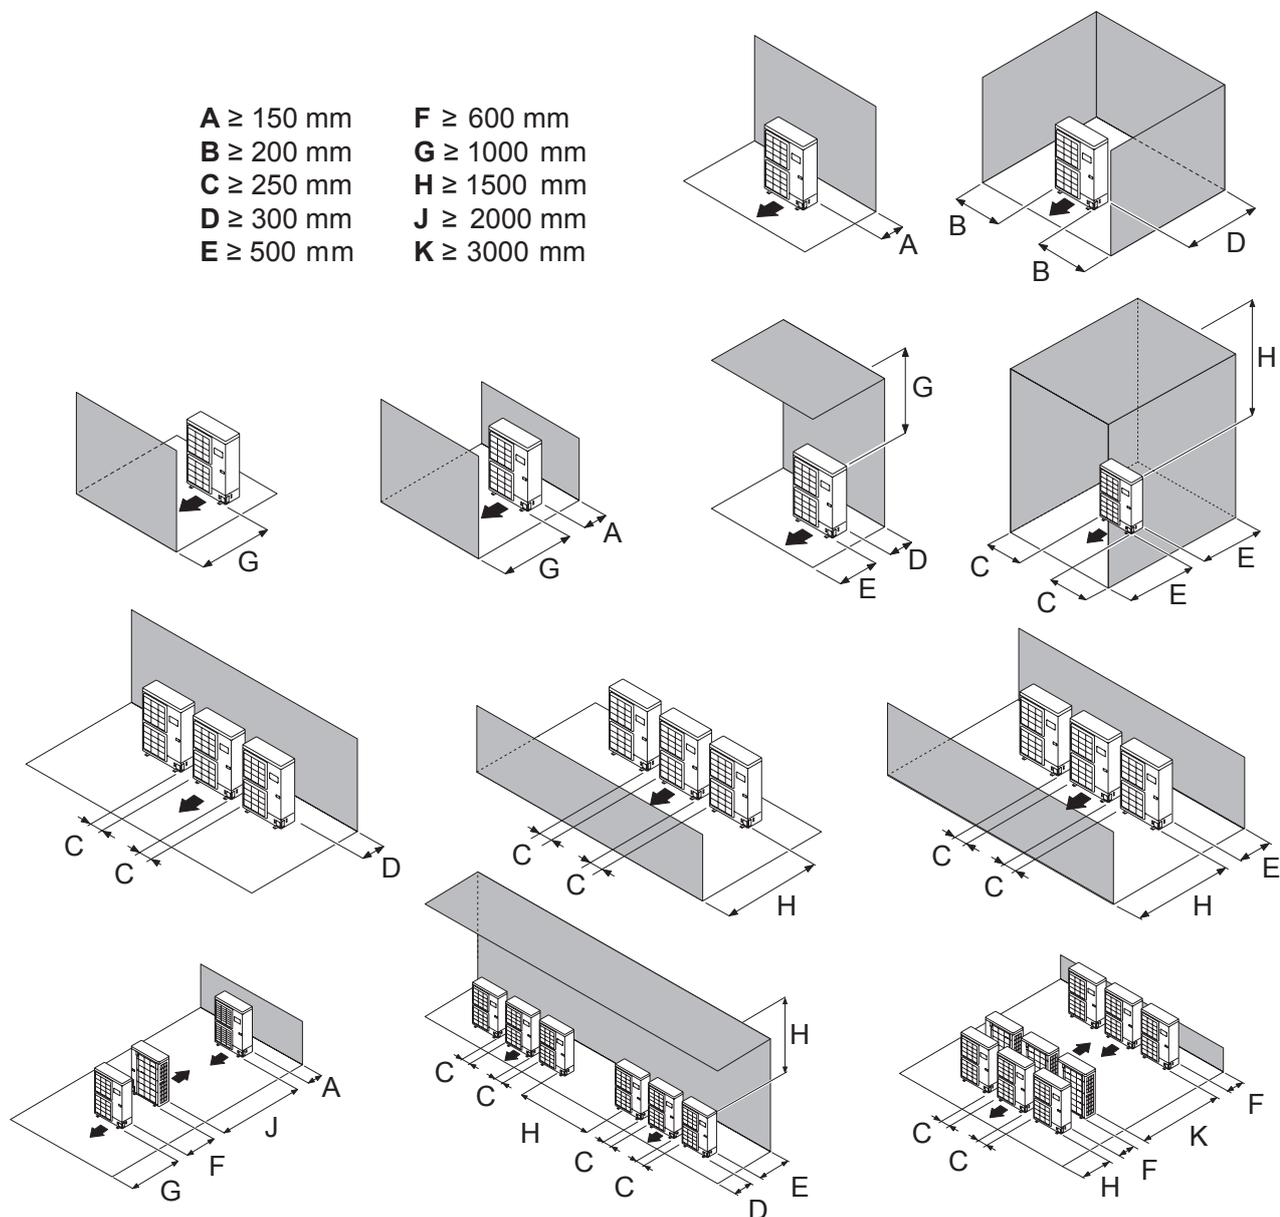

fig. 13 - Distancias mínimas de instalación alrededor de la unidad exterior
- El aparato debe estar perfectamente accesible para los trabajos posteriores de instalación y mantenimiento (*fig. 13*).
- Ningún obstáculo debe impedir la circulación del aire a través del evaporador ni la salida del ventilador (*fig. 13*).